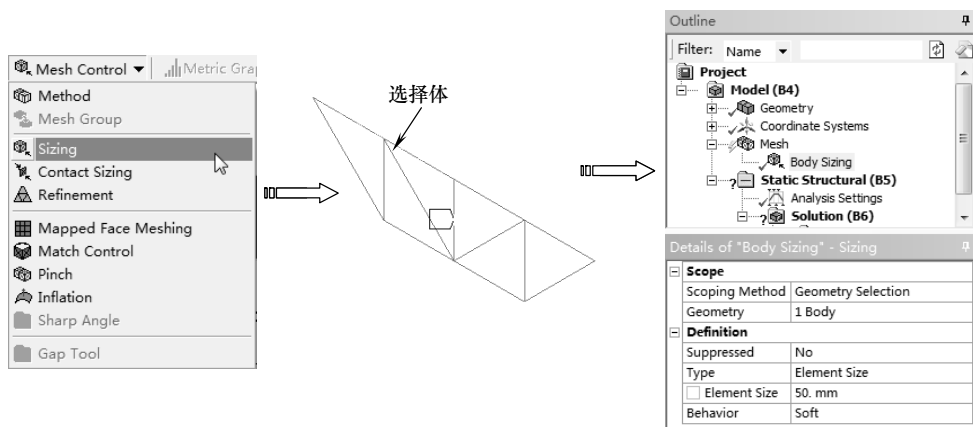

图 5-98 设置网格尺寸
3) 单击窗口上方【图形选择】工具栏上的【Body (选择体)】按钮, 在【Details of “Body Sizing” Sizing】列表中单击【Scope】选项下的【Scoping Method】项, 在图形区单击选择实体, 单击【Geometry】项中的【Apply】按钮完成, 在【Element Size】文本框中输入 50mm, 如图 5-98 所示。